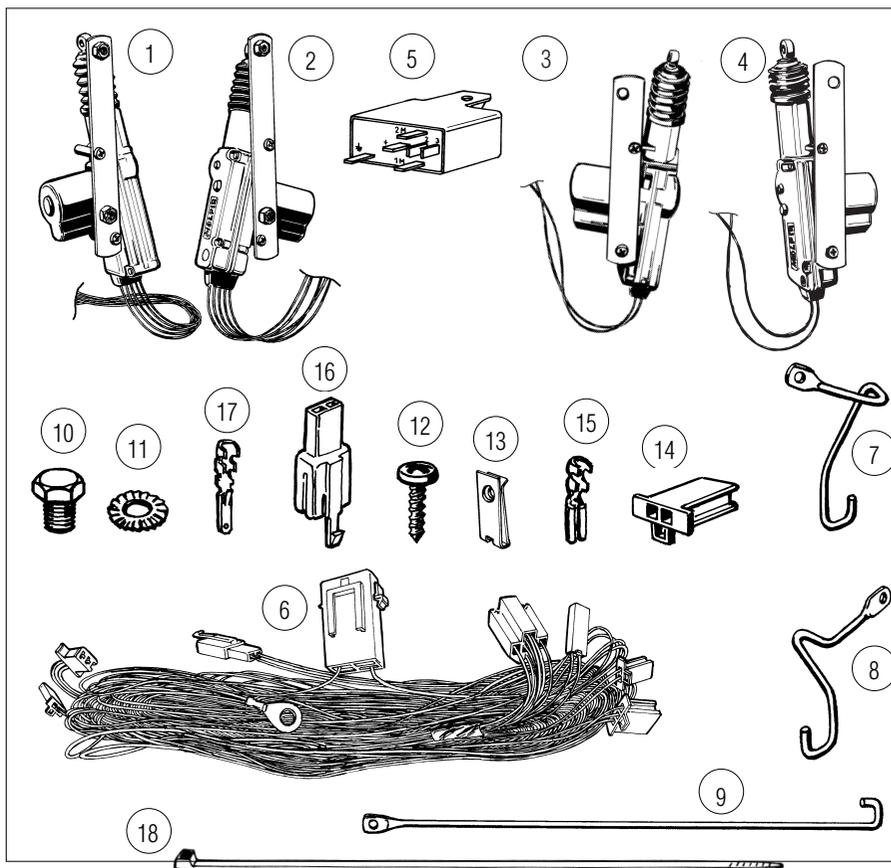

Bild 1
- Die vorderen Türen sind mit Motoren mit Betätigungsschalter bestückt (Motoren mit 5 Kabeln). Der Zug der vorderen Tür ist unterschiedlich für die linke und rechte Tür. (Siehe Liste der Teile - Bild 1).